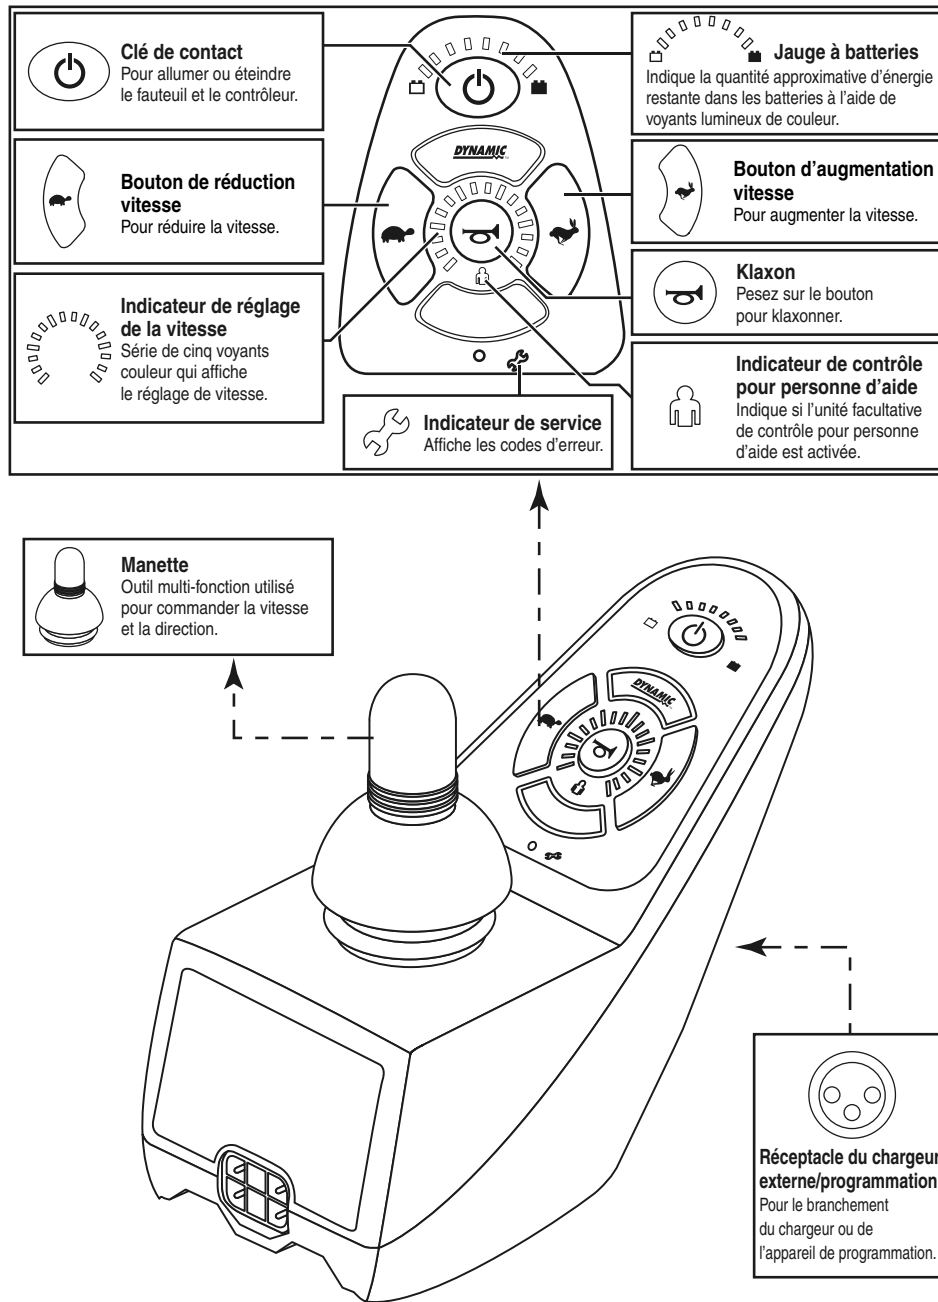

Figure 1. Composantes et connexions du contrôleur Dynamic
**Le figure 1** présente les informations sur les composantes et les connexions du contrôleur Dynamic. Utilisez les diagrammes pour vous familiariser avec les fonctions et l'emplacement des composantes avant d'utiliser votre contrôleur Dynamic.